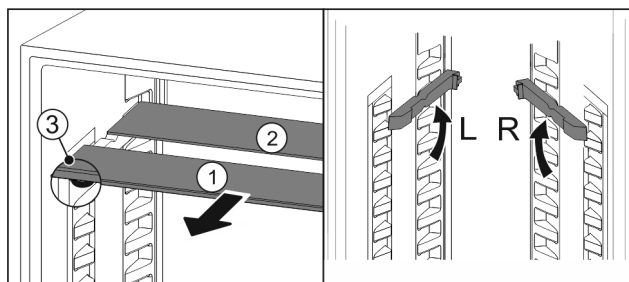

Fig. 84
- Skleněné desky jednotlivě vytáhněte dopředu Fig. 84 (1).
- Skleněná deska Fig. 84 (1) s ozdobnou lištou leží vpředu.
- Zářezky Fig. 84 (3) směřují dolů.